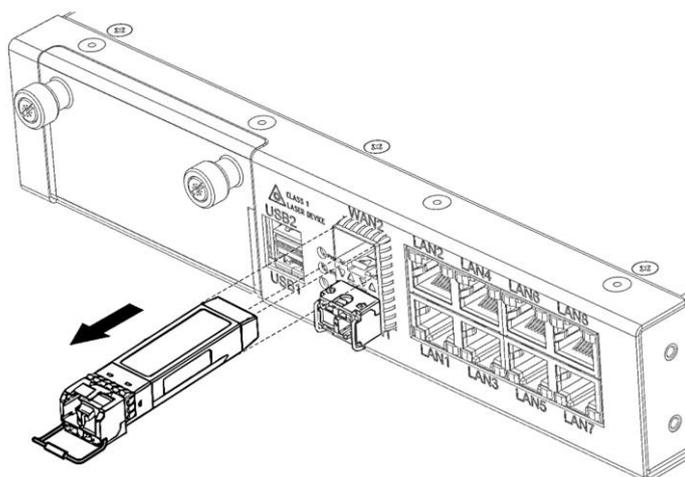

Рисунок 41 – Извлечение SFP-трансивера из слота
- извлеките трансивер из слота (рисунок 41).